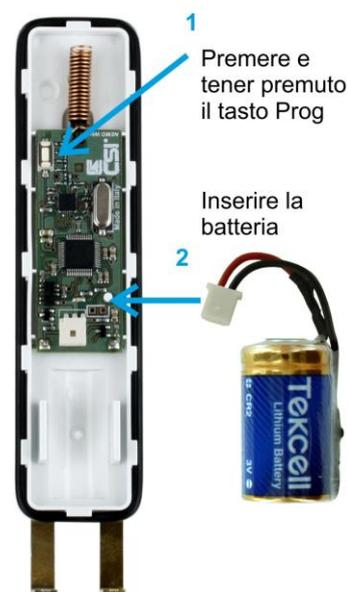

fig.10
3. Premere e tenere premuto il tasto di programmazione (fig.10)